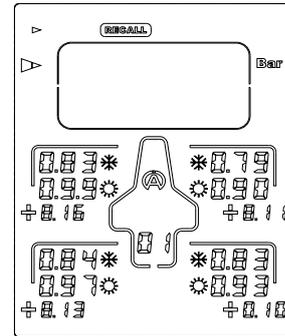

図 8
- 3) ボタン  か  を押すと：最初の測定《 Set 》とそのギャップを表示します。(図 8)